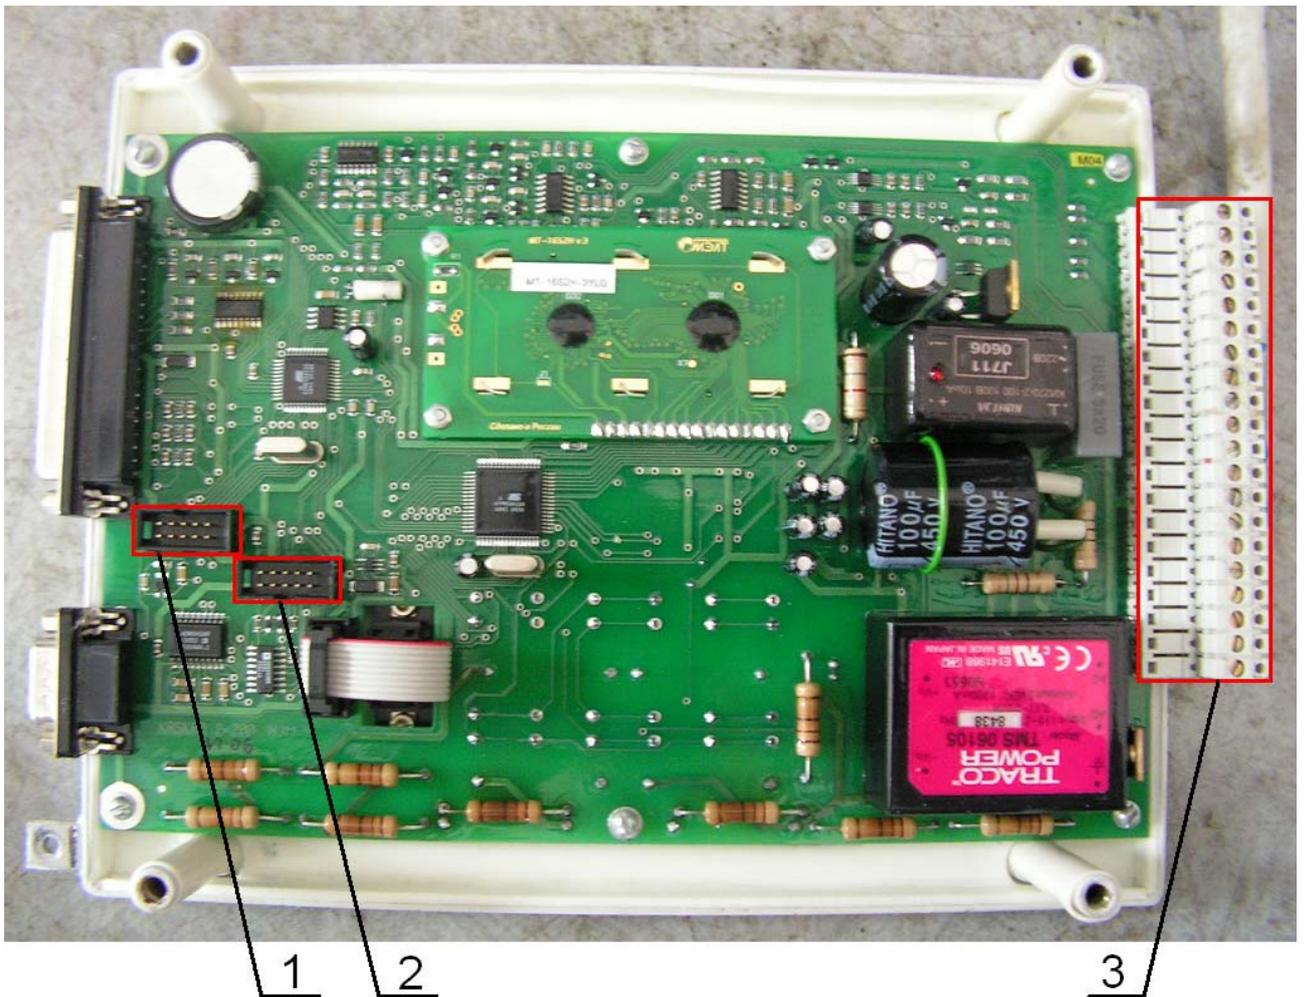

Рис. 1 – Вид обратной стороны КСУ Каскад 2-200 при снятой крышке.
3.2 Подключить соединительный кабель к COM1-порту персонального компьютера с одной стороны, к разъему для перепрограммирования микросхемы АТmega128 (позиция 2) с другой стороны (рисунок 1).
3.3 Подключить КП к КСУ (см. рисунок 1, позиция 3).
3.14 Отключить СК от разъема на КСУ (см. рисунок 1, позиция 2).
3.15 Подключить СК в разъем для перепрограммирования микросхемы ATmega8535 (см. рисунок 1, позиция 1).
- 3.19 Отключить СК от разъема на КСУ (см. рисунок 1, позиция 1).
- 3.20 Подключить СК в разъем для перепрограммирования микросхемы ATmega128 (см. рисунок 1, позиция 2).